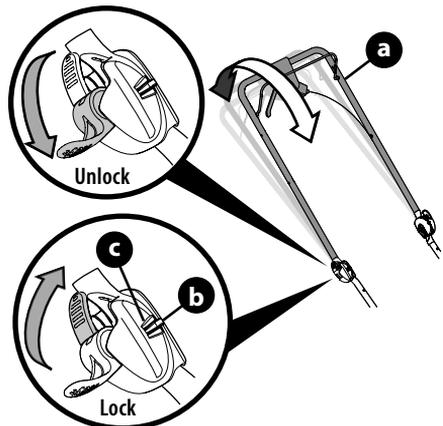

Figura 19
1. Destrabe las dos palancas de liberación de manija (recuadro de la Figura 19).
3. Trabe las dos palancas de liberación de manija (recuadro de la Figura 19).